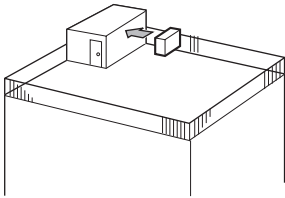

Fig. 2-3
- ① Výstup vzduchu nasmerujte na najbližšiu dostupnú stenu, do vzdialenosti približne 35 cm od nej. (Fig. 2-3)